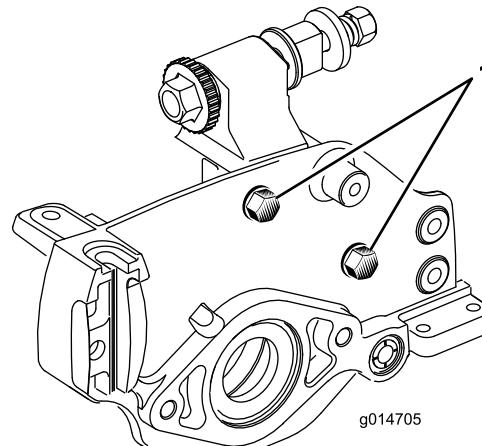

Figura 5
- Remova as (2) porcas que fixam cada suporte de rolo e o espaçador de cada flange de montagem da placa lateral.
**Nota:** A posição do rolo traseiro em relação ao cilindro é controlada pelas tolerâncias mecânicas dos componentes montados, não sendo necessário nenhum dispositivo de colocação em paralelo. Podem ser efectuados determinados ajustes, colocando a unidade de corte na placa e desapertando as cavilhas de montagem da placa lateral (Figura 5). Ajuste e reaperte as cavilhas.